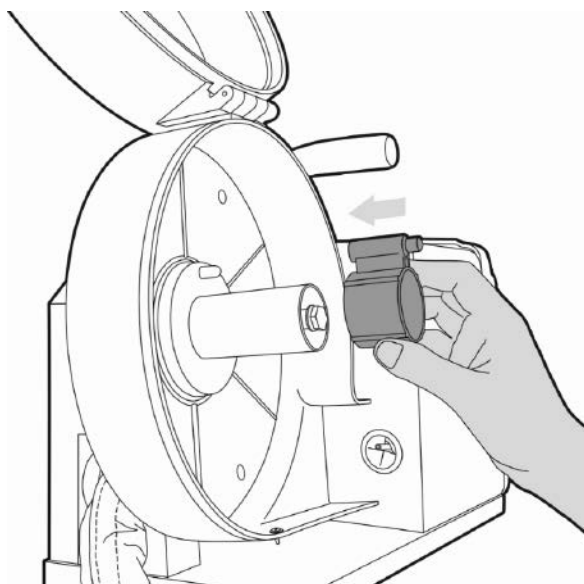

Рис. 12.0.4. Установка адаптера.
1. Установите адаптер для катушки, совместите отверстие адаптера и фиксатор катушки (См. рис. 12.0.4).